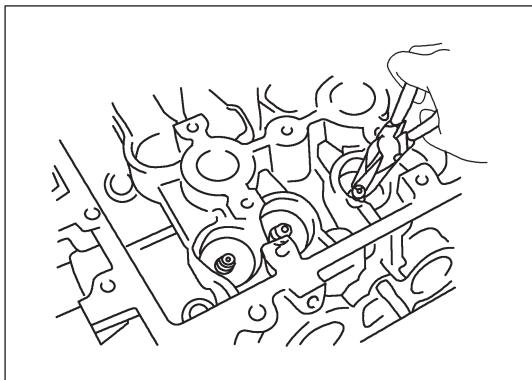

Рис. 12-3-6. Снятие маслосъемных колпачков клапанов при помощи острогубцев
- ① Снять маслосъемные колпачки при помощи острогубцев, как изображено на рис. 12-3-6.